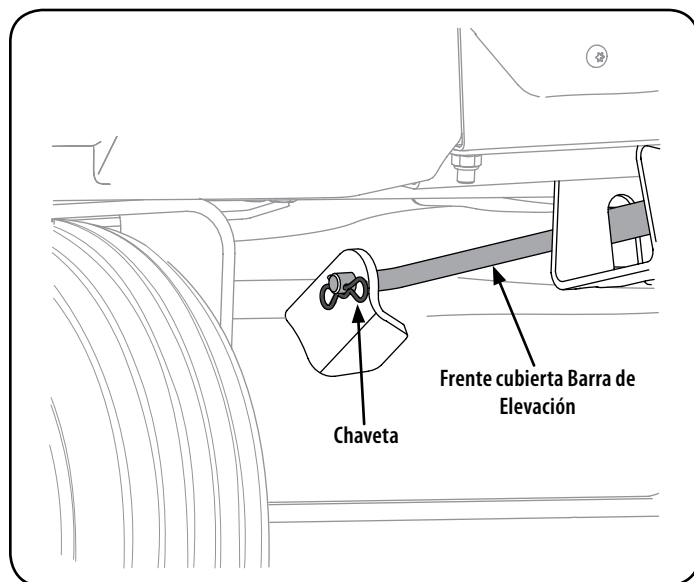

Figura 33
- b. Desde la parte media del tractor, haga girar el soporte de polea loca y la polea móvil hacia atrás, la polea de distancia de la parte trasera de la cinta "V" lo suficiente como para levantar la cinta hacia arriba y sobre la polea loca. Ver Figura 33.
6. Tire del pasador de la varilla de elevación de la plataforma frente a la fijación a la cubierta. Ver Figura 33. Deslice la barra de elevación de la plataforma de la ménsula de suspensión frontal.
6. Vuelva a instalar la barra de elevación de la plataforma delantera y fíjela con el pasador . Consulte la Figura 33 .